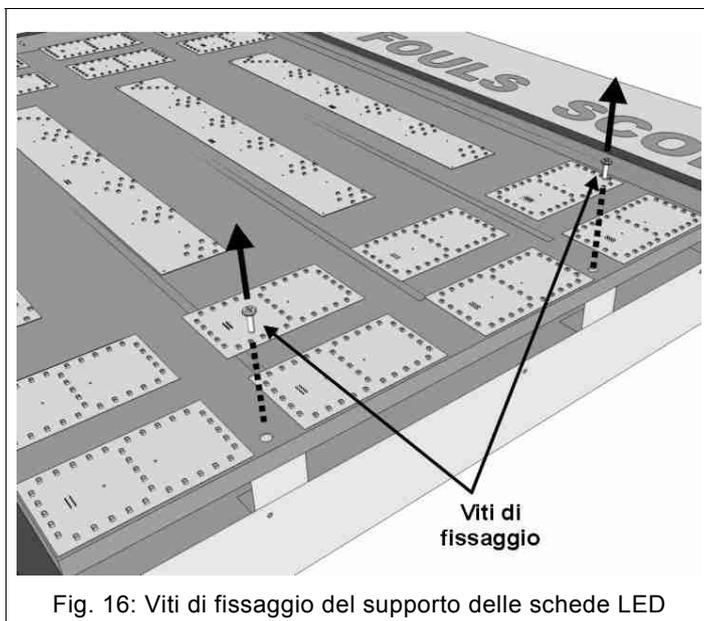

Fig. 16: Viti di fissaggio del supporto delle schede LED
4. Con un cacciavite a croce svitare le due viti di blocco del supporto metallico delle schede LED (Fig. 16), situate sul lato destro dello stesso.